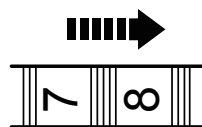

Fig. 10
>Rode a marcação rápida (2) para a direita (como visto da posição dos operadores) para diminuir a velocidade máxima (Fig. 10).